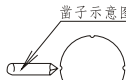

图4
- 底座底面预留孔（下引出时）详细图见图3，用锯子锯断引出口与底座的搭连处；后板预留孔（后面引出时）和左右侧板预留孔（左右引出时）详细图见图4，在敲除时，请用凿子对准搭连处，再用锤子敲打。